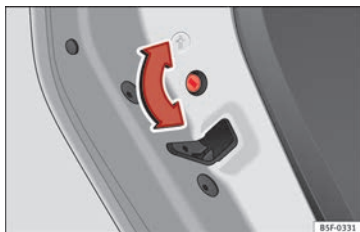

Fig. 105 Seguro para niños de la puerta izquierda
- Con la puerta abierta, gire la ranura con la llave del vehículo en sentido anti-horario para puertas izquierdas » **fig. 105** y en sentido horario para las puertas derechas.
- Con la puerta abierta, gire la ranura con la llave del vehículo en sentido anti-horario para puertas derechas y en sentido horario para las puertas izquierdas » **fig. 105**.